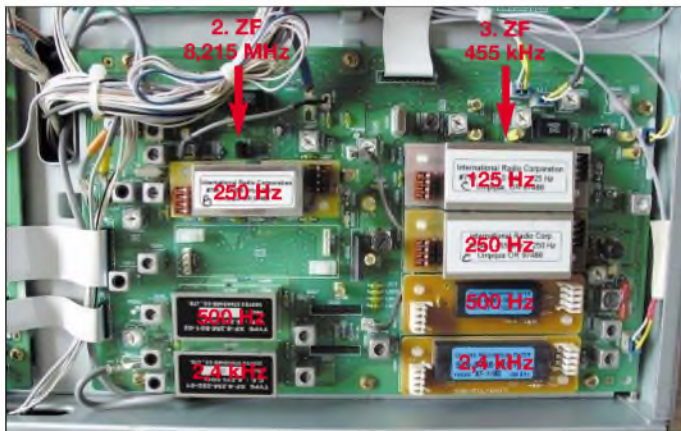

Bild 1: Filteranordnung im Mark-V FT-1000MP Field des Autors
Unter Nutzung der freien Filtersteckplätze wollte ich vor allem die Bandbreiten 2,4 kHz, 500 Hz, 250 Hz und 125 Hz über die drei Bandbreitentasten *NOR*, *NAR1*, *NAR2* einschalten können. Dazu habe ich die Steckplatzbelegung entsprechend Bild 1
Das Filter B = 500 Hz, $f_m = 455$ kHz auf der zweiten ZF ist auf dem für das 2,0-kHz-SSB-Filter vorgesehenen Steckplatz eingesetzt, wie Bild 1 ausweist. Die Standardprogrammierung des Mark-V bewertet diesen Steckplatz als *SSB-Filterplatz* mit der entsprechenden BFO-Frequenzlage relativ zur Mitte des ZF-Durchlassbereichs.
(A) siehe Bild 1;
Der freie Filtersteckplatz der zweiten ZF, siehe Bild 1, könnte z.B. zusätzlich mit einem 1,8-kHz-SSB-Filter bestückt werden. (B) in Tabelle 1 zeigt die dann möglichen Bandbreitenkombinationen und Tabelle 2 unter (B) die Menüeinstellungen dazu.